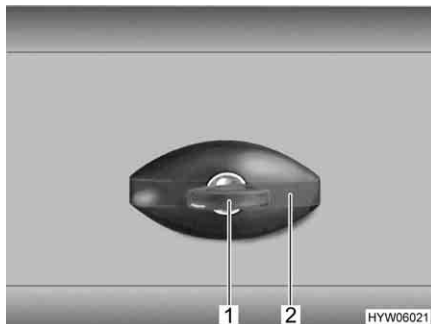

Fig. 42 Serratura dello sportello, ellittico, chiuso
- Inserire la chiave nel cilindro della serratura (Fig. 42,1) e ruotare in senso antiorario di un quarto di giro. La maniglia della serratura (Fig. 42,2) scatta all'infuori.